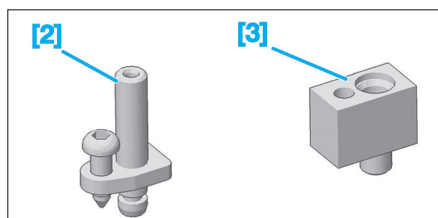

Fig. 20
- [2] Raccord (réf. 0710-J) (Fig.20).